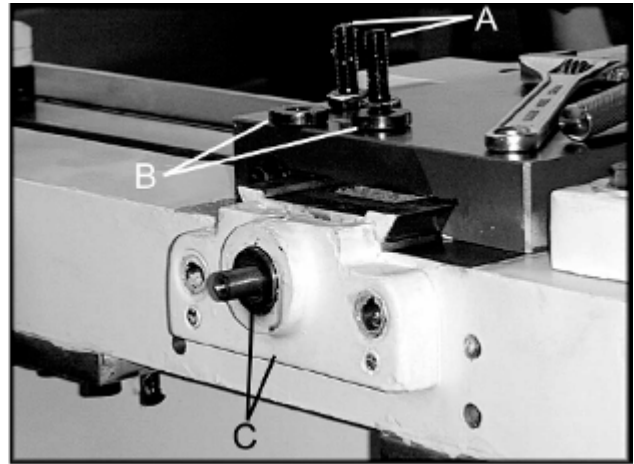

Рис. 1
1. Снимите два шестигранных болта (А, рис. 1) с корпуса.
2. Открутите две гайки (В, Рис. 1), придерживая рукоятку поперечной подачи.
3. Снимите подшипниковую опору с подшипником (С, Рис. 1).